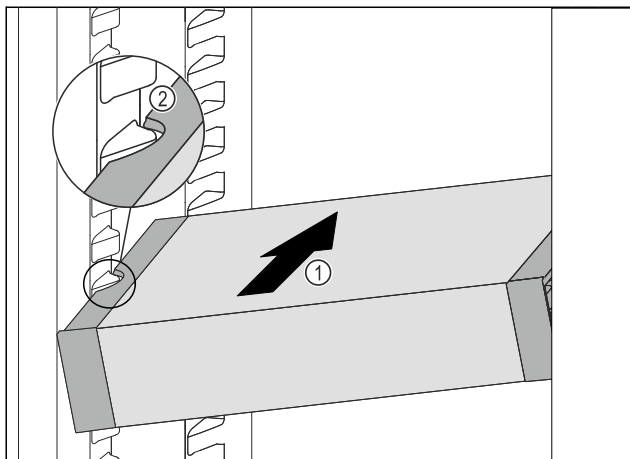

Fig. 78
- Împingeți VarioSafe oblic în frigider Fig. 78 (1), până când degajările laterale Fig. 78 (2) ale VarioSafe se află la înălțimea nervurii recipientului din frigider.